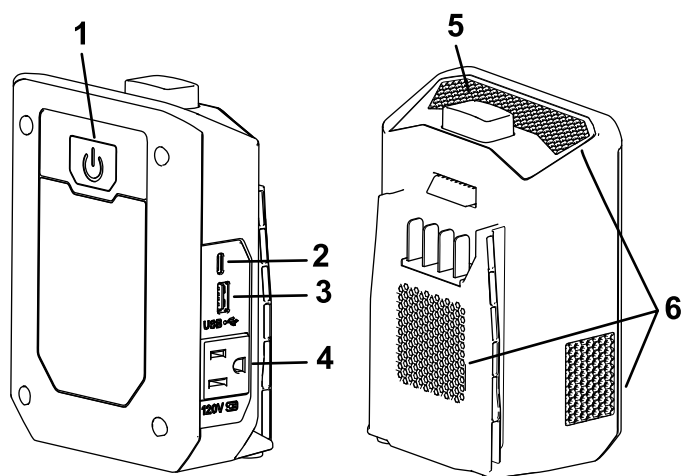

Figure 3
2. Appuyez sur le bouton d'alimentation au dos du convertisseur pour le mettre sous tension; la DEL s'allume en vert (Figure 3).